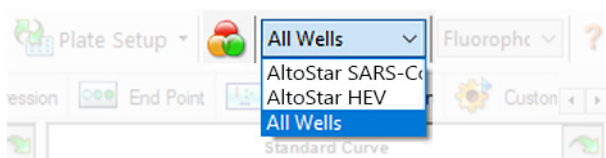

Figure 4: Bouton Well Group (Groupe de puits) et menu déroulant Well Group (Groupe de puits)
Dans la fenêtre Data Analysis (Analyse des données), veuillez à sélectionner le **Well Group** (Groupe de puits) du kit AltoStar® SARS-CoV-2 RT-PCR Kit 1.5. Pour cela, cliquez sur le menu déroulant **Well Group** (Groupe de puits) à droite en regard du bouton **Well Group** (Groupe de puits) (voir la figure 4) sur la barre d'outils. N'utilisez pas le **Well Group** (Groupe de puits) *All Wells* (Tous les puits). La sélection de la figure 4 est utilisée comme vue d'exemple général.
1. Dans la fenêtre Data Analysis (Analyse des données), veillez à sélectionner le **Well Group** (Groupe de puits) du kit AltoStar® SARS-CoV-2 RT-PCR Kit 1.5. Pour cela, cliquez sur le menu déroulant **Well Group** (Groupe de puits) à droite en regard du bouton **Well Group** (Groupe de puits) (voir la figure 4) sur la barre d'outils.
1. Dans la fenêtre Data Analysis (Analyse des données), veuillez à sélectionner le **Well Group** (Groupe de puits) du kit AltoStar® SARS-CoV-2 RT-PCR Kit 1.5. Pour cela, cliquez sur le menu déroulant **Well Group** (Groupe de puits) à droite en regard du bouton **Well Group** (Groupe de puits) (voir la figure 4) sur la barre d'outils.